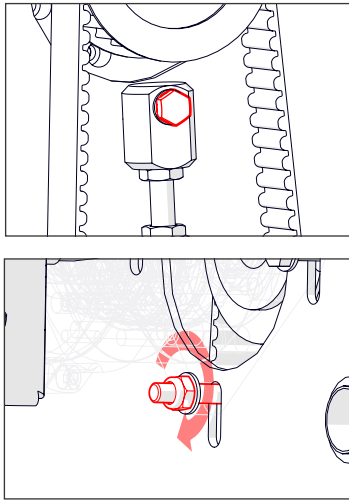

Abb. 18I - Spannblock-/Motormutter festziehen.
9. Die Mutter, welche den Spannblock hält, festziehen [2 × 13-mm-Schlüssel] – von der Außenseite der Maschine gegenhalten und von der Innenseite festziehen (Abb. 18I).